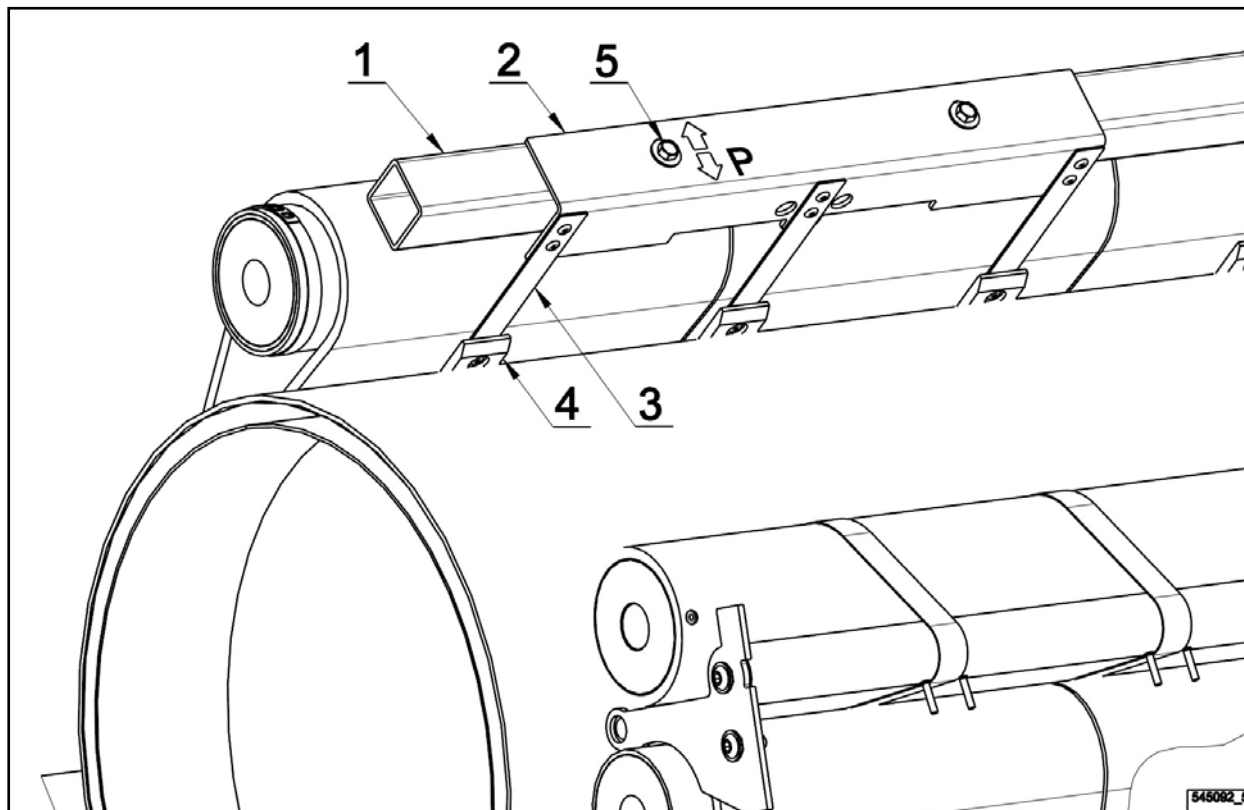

Figura 6.10.
- Kit dei sistemi stacca – biancheria – figura 6.10. sono composti di più unità (2) installate sulla barra dei sistemi stacca – biancheria (1). Ogni unità (2) contiene tre sistemi di stacca – biancheria avvitati e ogni sistema di stacca – biancheria della lamiera inox (3) con una lama avvitata (4) costruita di un PVC resistente ad abrasione e termicamente resistente. La lama è pressata al rullo di stiratura.
- Figura 6.10. – Sistemi di stacca - biancheria
- Corretta posizione in generale è quella che assicura sufficiente aderenza di ogni lama (4) al rullo di stiratura, con i bordi verticali della lama (4) paralleli ai bordi verticali del giunto (3).
- La pressione della lama (4) al rullo di stiratura è determinato dalla posizione dell'unità (2) – senso P sulla barra (1) fissata con due viti (5).
- Controllare 1x alla settimana corretta posizione dei bordi delle lame (3) di contatto.
- Se lo spazio nel senso P per la regolazione dell'unità è limitato, la lama (4) può essere girata sul dito centrale (3) del 180° e regolata in posizione corretta.